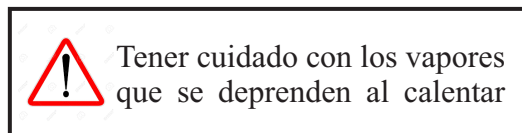

Figura 8.1.
- 1.5 Colocar la cápsula sobre la manta (ver figura 8.1) y calentar a baja temperatura la mezcla, hasta que se disuelva; se aumenta la temperatura hasta que se observe la formación de un sólido. Se trata del polímero conocido como bakelita.